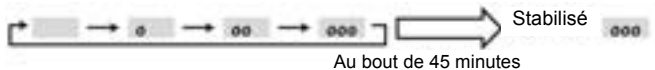

Fig. 23: [Affichage (D)] En attente de stabilisation
- 3) Appuyer sur la touche **FILTER** pour confirmer la configuration (↔). (v. Fig. 23)